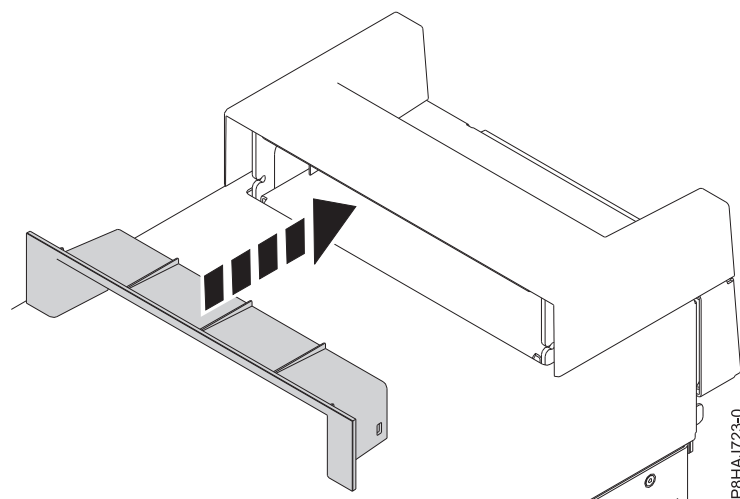

Figura 26. Inserció de la peça de la tapa de nansa en un sistema autònom 8286-41A
2. Inseriu la peça de la tapa de nansa empenyent-la amb força a la tapa de nansa, tal com es mostra a la Figura 26.